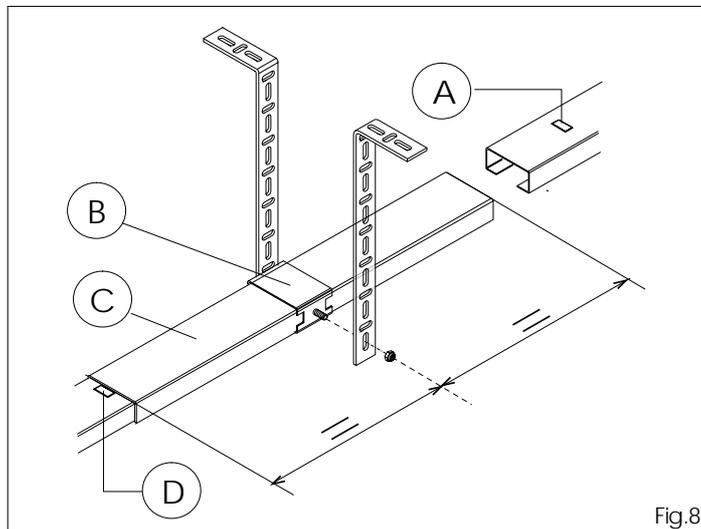
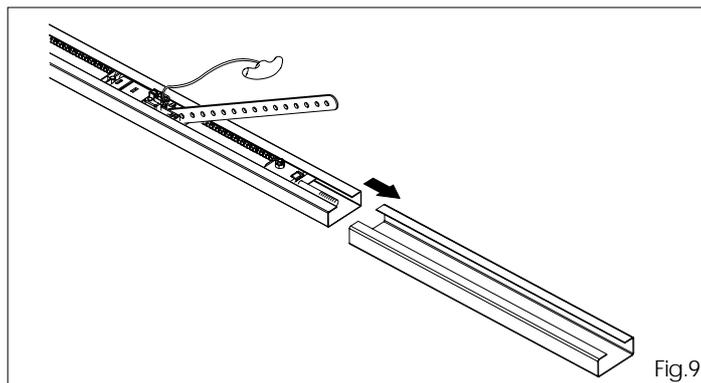
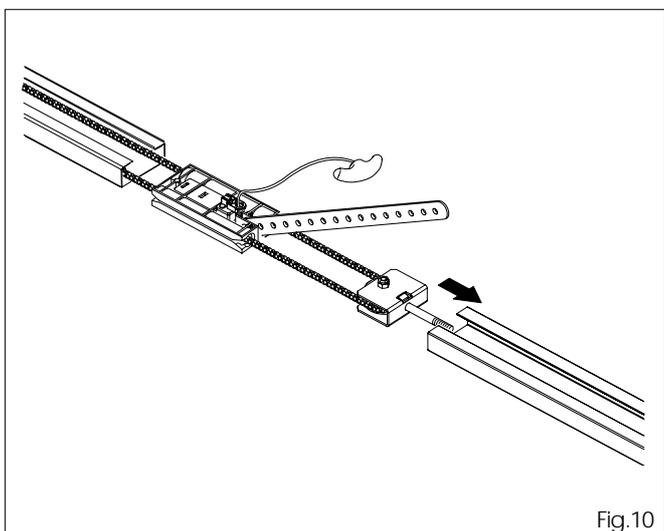

Fig.8
Fig.9
Fig.10
5.2 Introduzcan la guía (fig.8 ref.B) en la corredera (fig.8 ref.C), en posición central respecto a esta última. Preformen las bridas y fijenlas con tuerca a la guía (fig.8).
5.3 Introduzcan el larguero con cadena en la guía central (fig.9) hasta el tope con relieve metálico (fig.8 ref.D).
5.4 Introduzcan en el grupo precedentemente montado un nuevo larguero (fig.10), asegurándose de que el relieve metálico indicado en la Fig.8 ref.A esté en contacto con la guía central.